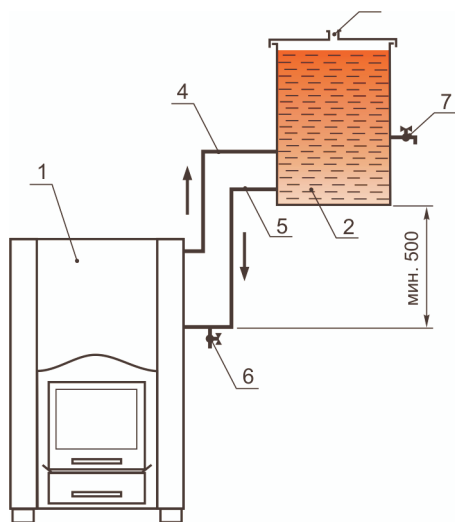

Рис. 7
слева или справа можно подключить к открытой емкости подогрева воды (подробнее см. рис. 7). Печь можно топить и без воды, в данном случае патрубки подключения труб должны быть открыты. На нагревательной поверхности печи (5) можно сложить большое количество камней. Нагретые камни поддерживают в бане стабильную температуру и осуществляют роль эффективного генератора пара. Желая еще увеличить количество камней, рекомендуем дымоход печи (8) обложить камнями, а для их поддержки использовать металлическую сетку (9).
- крышка ёмкости с водой должна быть оснащена трубкой (рис. 7., 3) или отверстием, для того чтобы там не создавалось давление;